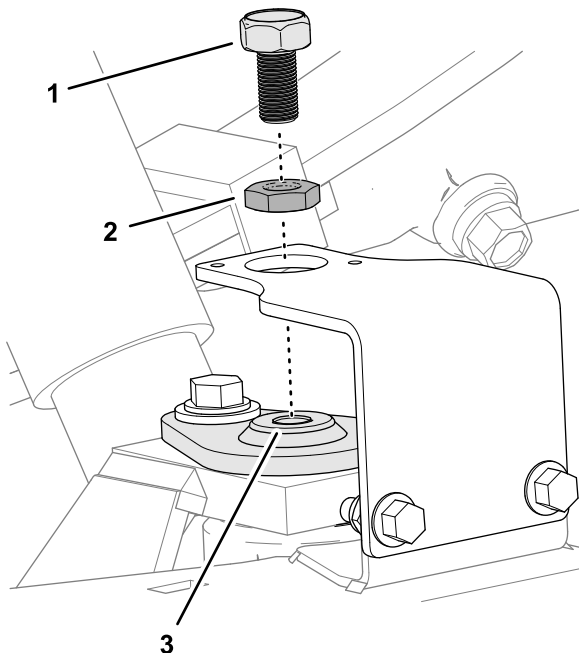

Figura 9
1. Enrosque completamente a porca de retenção no parafuso magnético (Figura 9).
2. Enrosque o parafuso magnético na parte superior do pino principal (Figura 9).